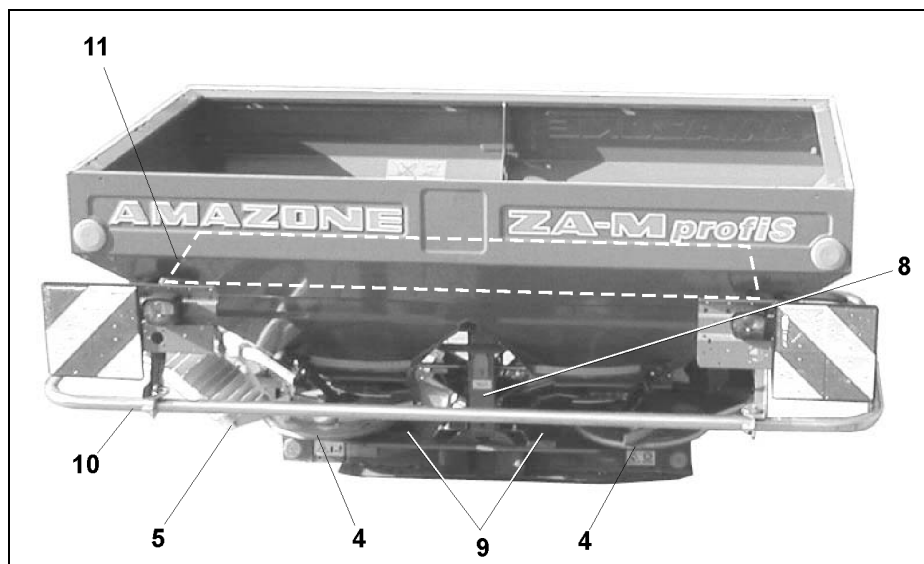

Fig. 2
- Omnia-Set spridartallrikar (Fig. 2/4)
- Gränsspridningsutrustning Limiter (Fig. 2/5)
- Skyddshölje mellan centrum- och vinkelväxlar (Fig. 2/9)
- Skyddsbåge vid användning av spridartallrik OM 24-36 (Fig. 2/10)
- Skyddsgaller i behållare (Fig. 2/11)